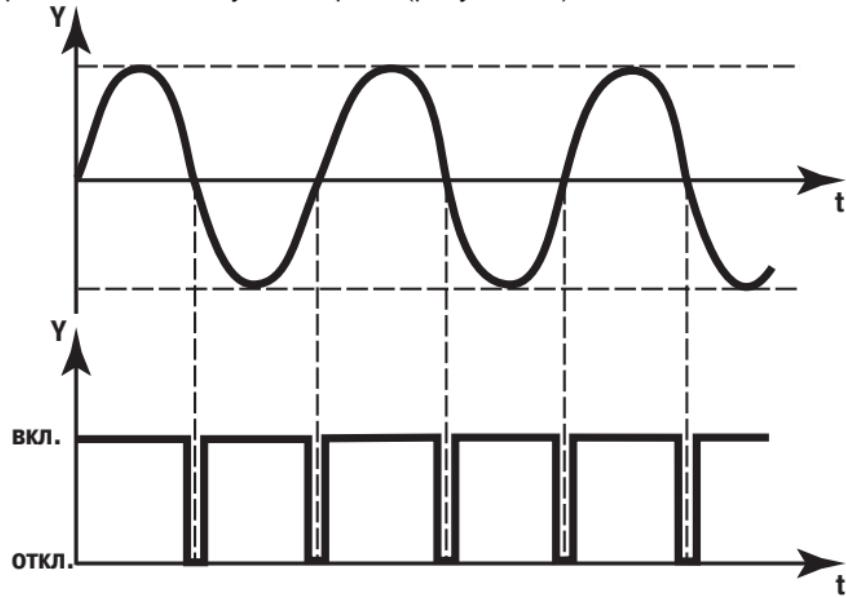

Рисунок 3.4
3.2.1.1 Устройство контроля перехода через ноль формирует импульс в начале каждого полупериода соответствующей фазы (рисунок 3.4).